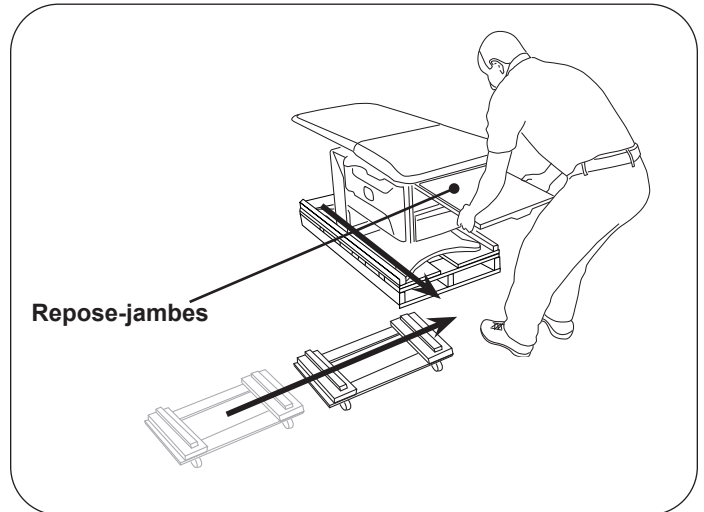

Figure 16. Glisser la table hors de la palette
15. Utiliser le repose-jambes pour glisser la table partiellement hors de la palette. Arrêter lorsqu'elle dépasse suffisamment pour placer un chariot de déménagement sous le socle de la table. Finir de tirer la table sur le chariot (Figure 16).